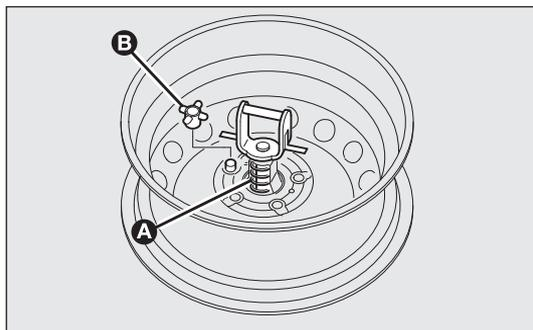

fig. 140
- fixer l'étrier A-fig. 140 à la jante après l'avoir introduit à travers le trou, insérer l'axe fileté à l'intérieur d'un des trous de vis et bloquer en vissant le pommeau B ;